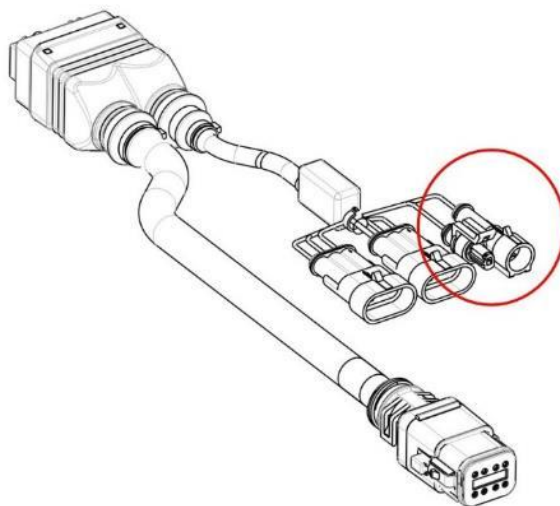

Figura 3-15 Cavo DMD X-tend
3. Aprire e chiudere il contatto di sicurezza (vedere Figura 3-15) del cavo corrispondente al motore lampeggiante sul sinottico.